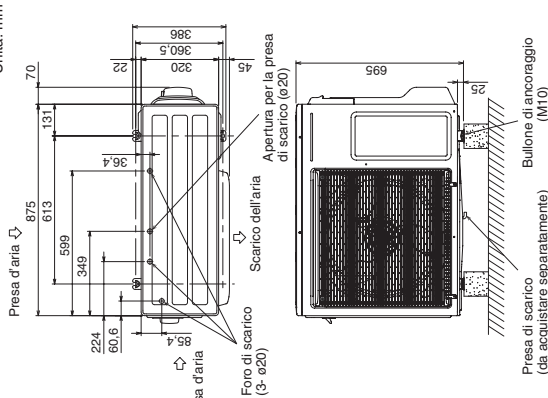

Fig. 3-1
- Vedere la Fig. 3-1 per le dimensioni dei bulloni di ancoraggio.